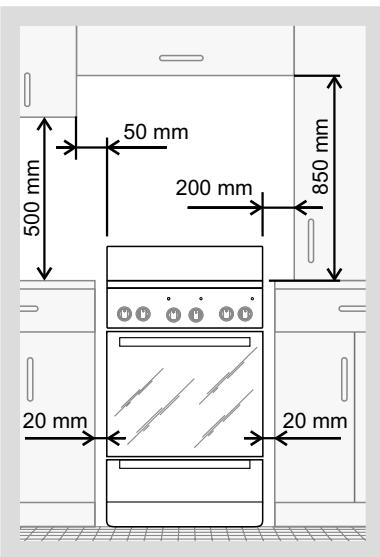

Рис. 11
- **ЗАПРЕЩАЕТСЯ** РАСПАКОВАННУЮ ПЛИТУ ПЕРЕНОСИТЬ ЗА РУЧКУ ДВЕРЦЫ. ПЛИТА УСТАНАВЛИВАЕТСЯ НА ПОЛ. УСТАНОВКА ПЛИТЫ НА ПОДСТАВКУ НЕ ДОПУСКАЕТСЯ. Минимальные расстояния, которые необходимо выдержать при установке плиты, показаны на рис. 11.